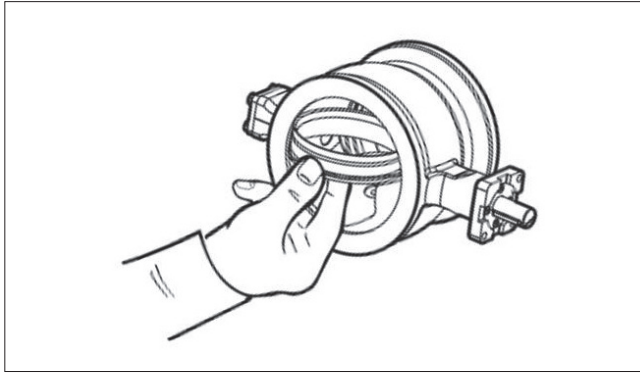

Abb. 24 Herausheben des Sitzes
- Drehen Sie das Ventil und heben Sie den Sitz abstromseitig aus dem Gehäuse. Abb. 24.